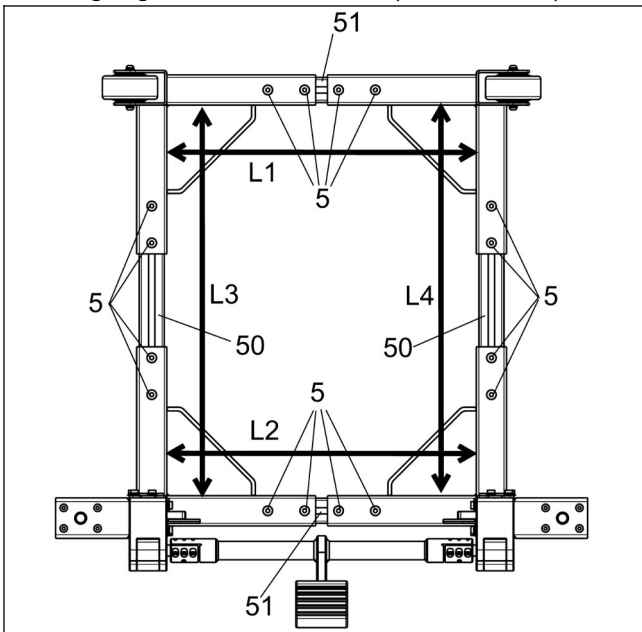

**Abb.9**
e. Lösen Sie die Befestigungselemente „5“, ziehen Sie die Quer- und Längsholme, mittig verteilt, so weit aus, dass die Distanz an den Pfeilpositionen ca. 10mm größer ist als die äußere Maschinenbasis. (**beachten Sie bitte hier die zulässigen, maximalen Auszugslängen unter Kapitel 3 / Spezifikationen**) Ziehen Sie dann alle Befestigungselemente „5“ fest. (siehe **Abb.9**)
1. Vergewissern Sie sich, dass L1 ungefähr gleich L2 und L3 ungefähr gleich L4 in Abb. 9 ist. Ist dies nicht der Fall, wiederholen Sie Schritt e, bis sie gleich sind, um die Rechtwinkligkeit sicherzustellen und Verspannungsfehler zu vermeiden